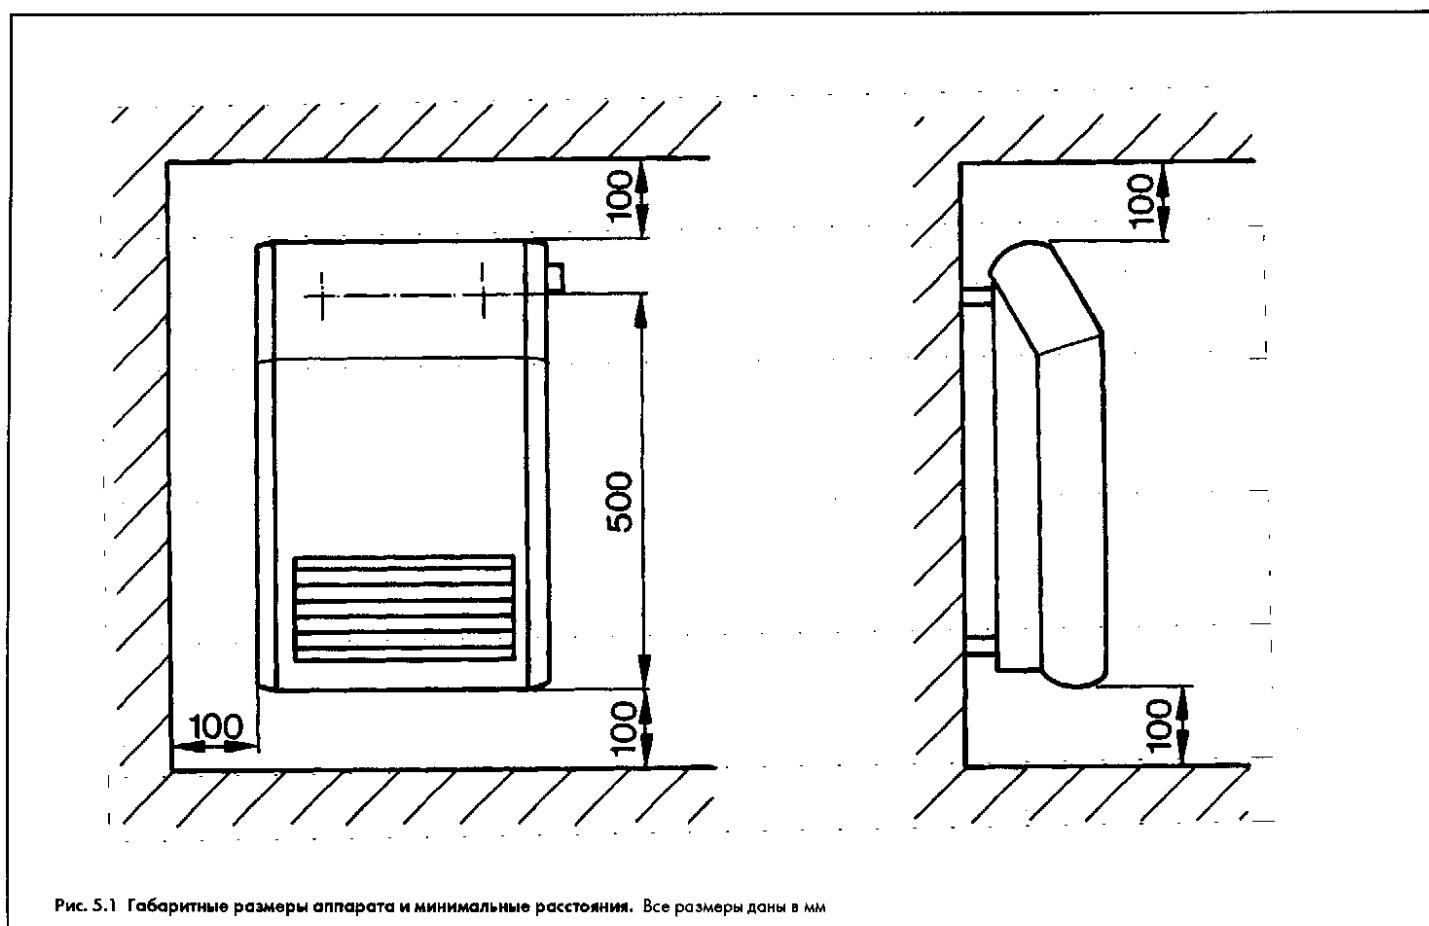
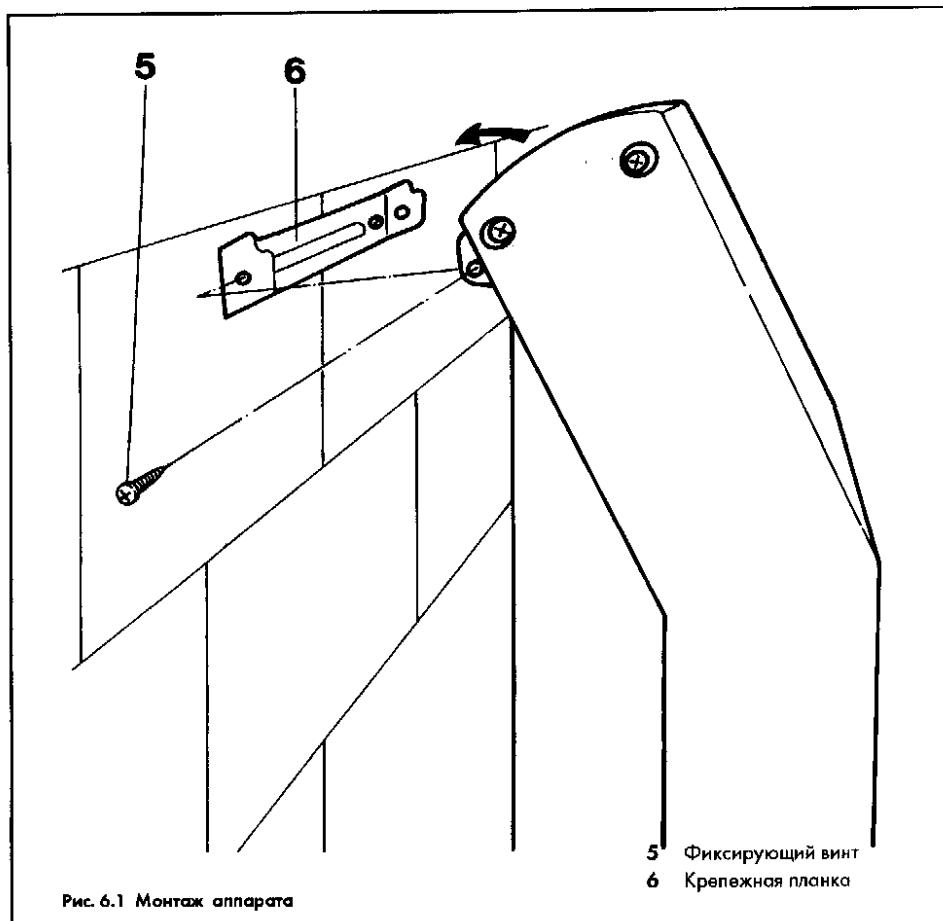

Рис. 5.1 Габаритные размеры аппарата и минимальные расстояния. Все размеры даны в мм
Рис. 6.1 Монтаж аппарата
• Перед аппаратом необходимо соблюдать минимальное расстояние 50 см от предметов из гораемых материалов (гардины, мягкая мебель, скатерть и т. п.). Необходимо также соблюдать минимальные расстояния от стен и пола, указанные на рис. 5.1.
Крепежную планку (6, рис. 6.1) вынуть из упаковки и разметить её положение на стене таким образом, чтобы обеспечить минимальные расстояния 100 мм от пола до нижней кромки аппарата, от верхней кромки аппарата до подоконника или подобного тому препятствия, а также от боковой стенки до боковых препятствий (см. рис. 5.1).
Просверлить 2 отверстия в стене под крепежную планку (6, рис. 6.1), вставить в них входящие в комплект поставки аппарата дюбели и, выровняв планку, закрепить её на стене прилагаемыми винтами.
Аппарат вставить 2 верхними шлицами на задней стенке на выступающие ушки крепежной планки (6, рис. 6.1) и закрепить двумя фиксирующими винтами (5, рис. 6.1). После этого прибор уже не снимается с крепежной планки.